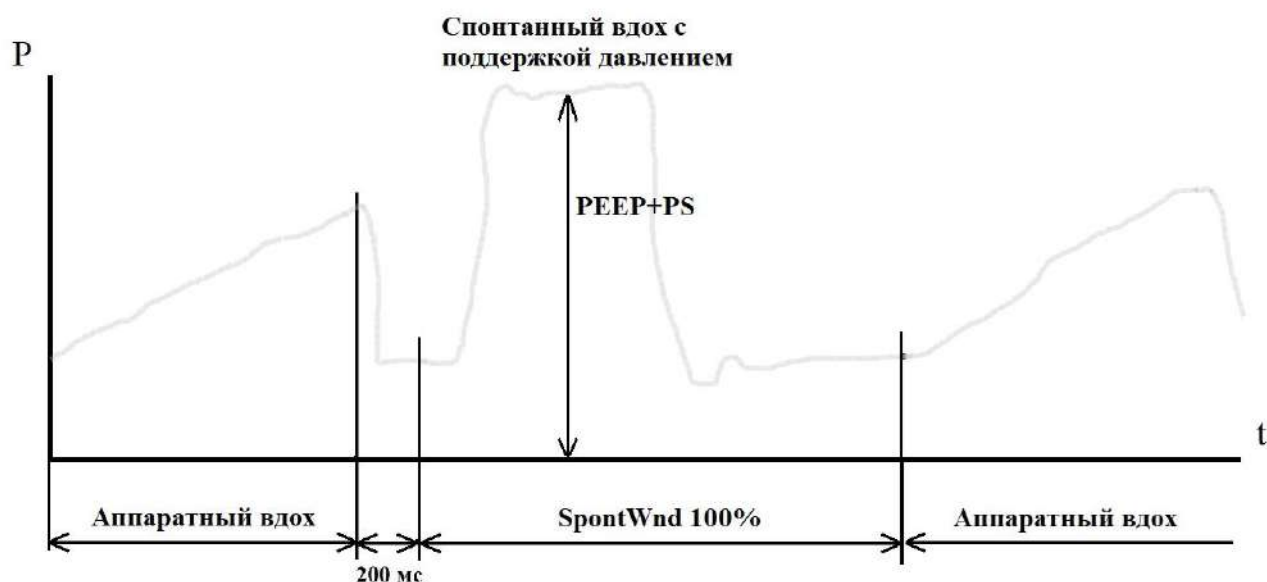

Рисунок 2 Пр. 1.3 – Схема работы режима SIMV/VC при установке SpontWnd 100 %
– При установке значения **SpontWnd 100 %** попытка вдоха пациента поддерживается давлением PS (рисунок 2 Пр. 1.3).